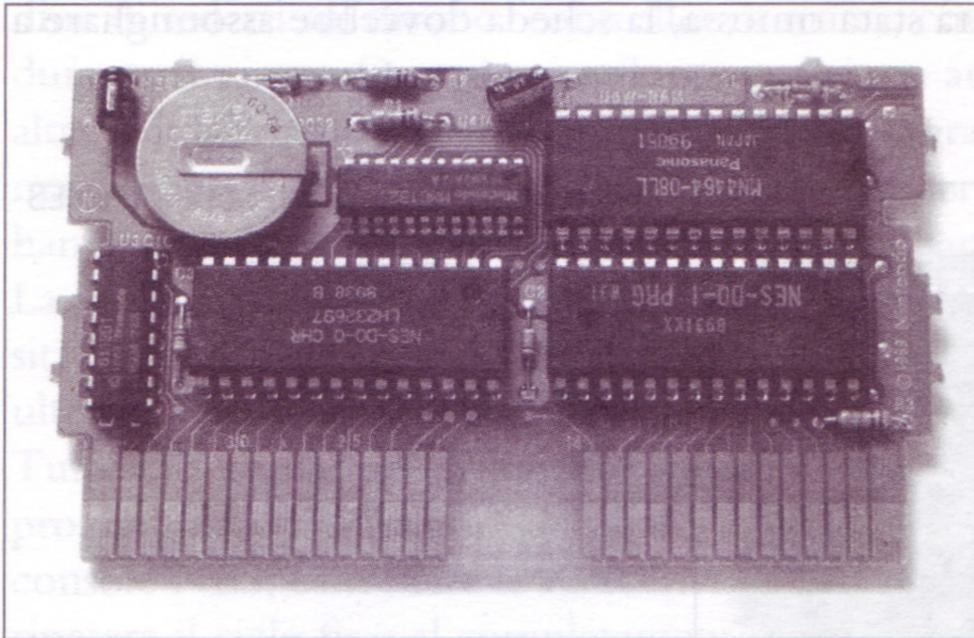

Figura 6.39 Cartuccia di gioco NES con funzione di backup a batteria.
1. Aprite la cartuccia come descritto precedentemente. Con la cartuccia aperta, rimuovete la scheda dei circuiti e capovolgetela in modo da vederne i componenti. La scheda dovrebbe assomigliare a quella della Figura 6.39.